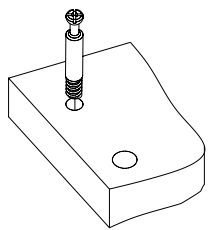
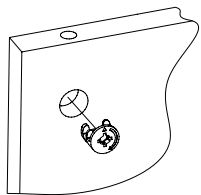

Рис.1
Рис.2
1. Подготовьте детали к сборке. Вкрутите шпильки минификсов в детали 1, 2, 3, 4, 5 (Рис. 1). Вставьте головки минификсов в детали 3, 4, 5, 6, 8 (Рис. 2).